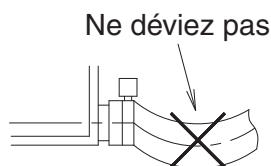

Fig. 27
- Ne déviez pas le tuyau d'évacuation (1) dans l'unité intérieure. **(Reportez-vous à la Fig. 27).**